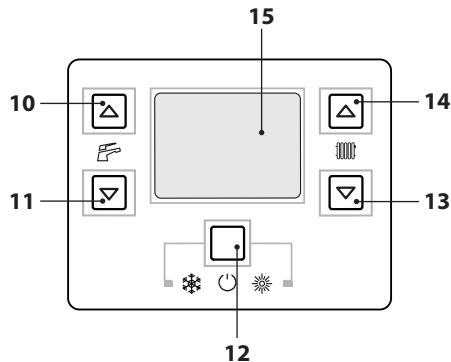

Рисунок 8.2
- войти в "режим программирования", нажав одновременно и удерживая в течение 10 секунд кнопки 12-13-14 (Рисунок 8.2), до появления на ЖК дисплее кода P01, который сменяется значением параметра, указывая на вход в "параметр 01" (Рисунок 8.3);
- чтобы подтвердить внесенное значение, нажать кнопку 12 (Рисунок 8.2);
- при одновременном нажатии кнопок 12 и 13 (Рисунок 8.2), происходит выход без изменения значения (возврат к первоначальному значению).
- при одновременном нажатии и удерживании в течение 10 секунд кнопок 12-13-14 (Рисунок 8.2) происходит выход из "режима программирования";